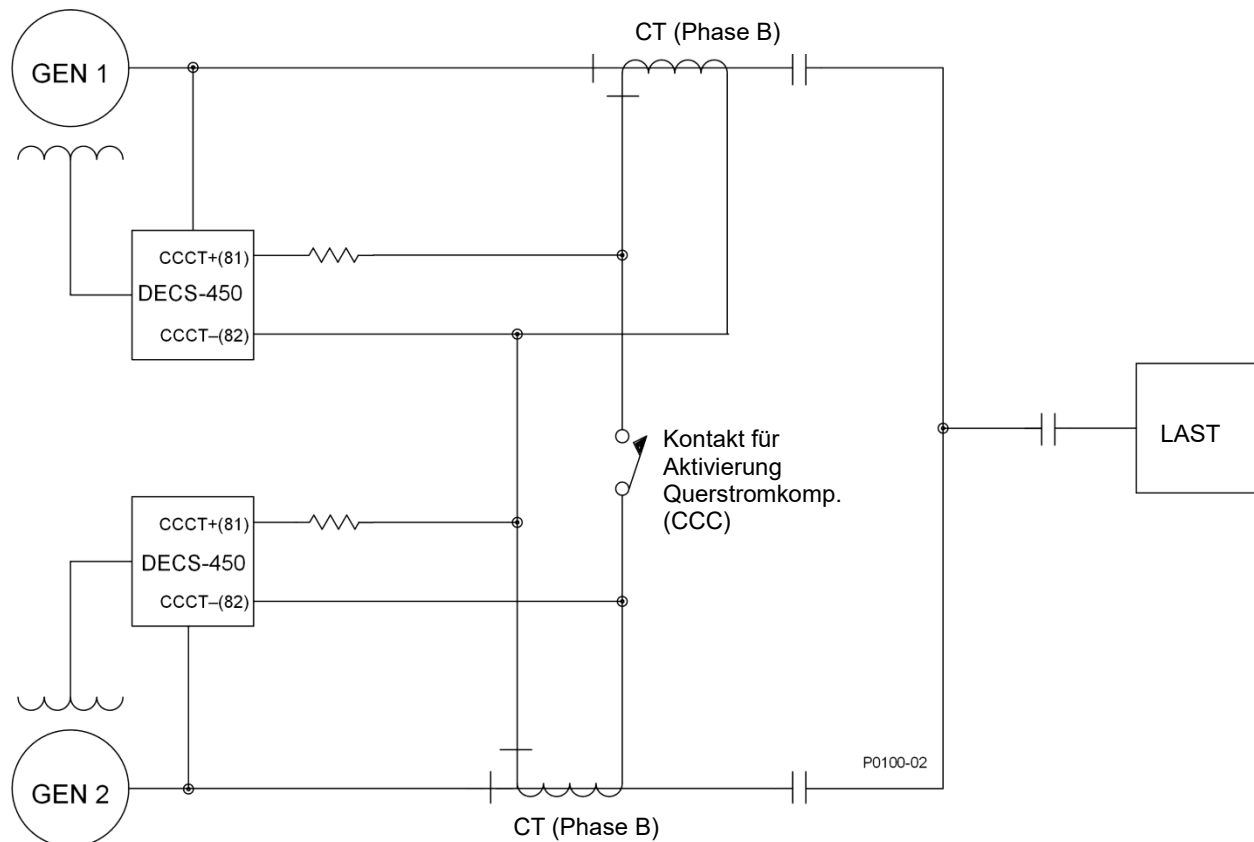

Abbildung 4-3. Anschlüsse für die Querstromkompensation
Der Querstromkompensationsmodus (Blindstromdifferential) ermöglicht zwei oder mehr parallel geschalteten Generatoren, sich eine Last zu teilen. Wie in Abbildung 4-3 dargestellt, wird jeder Generator von einem DECS-450 gesteuert, das die Klemmen 81 (CCT+) und 82 (CCT–) des DECS-450 für die Querstromkompensation (CCC) sowie einen speziell dafür vorgesehenen, externen Stromtransformator (CT) zur Messung des Generatorstroms verwendet (nur Phase B). Die in Abbildung 4-3 dargestellten Widerstände werden verwendet, um die Last einzustellen und können entsprechend der Anwendung angepasst werden. Stellen Sie sicher, dass die Nennleistung der Widerstände für die Anwendung angemessen ist.